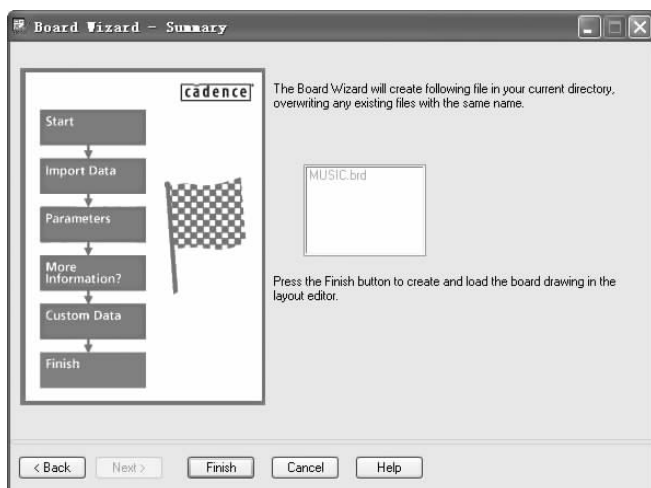
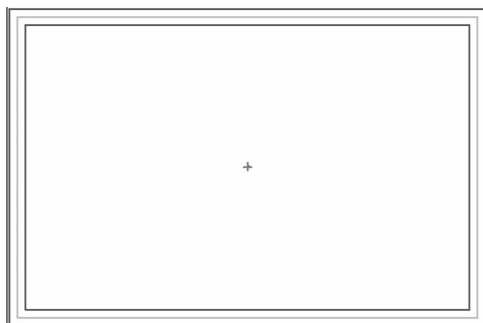

图 12-85 “Board Wizard – Summary（板向导模板）”对话框
图 12-86 完成的板框
- 14) 单击 **Next >** 按钮，进入图 12-85 所示的对话框，单击 **Finish** 按钮，完成向导模式（Board Wizard）板框创建，如图 12-86 所示。